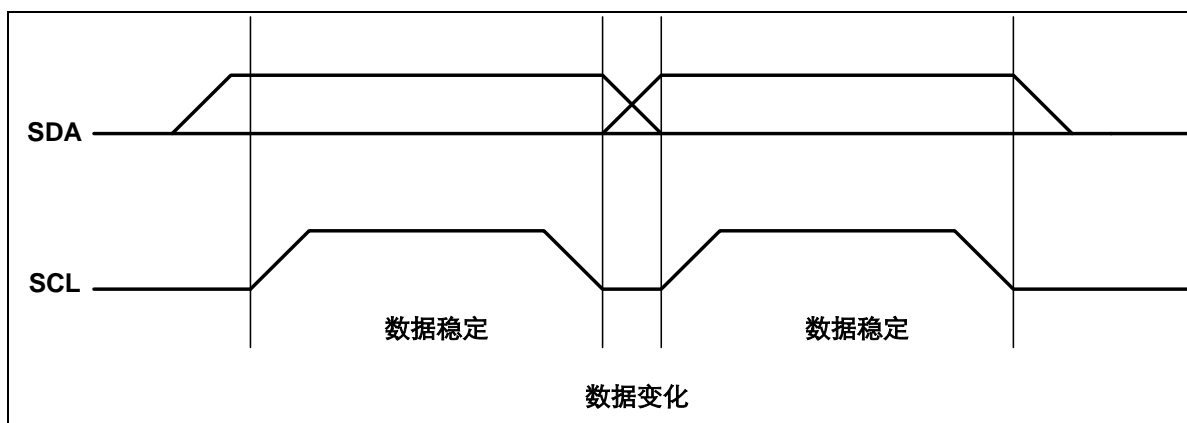

图 3-5 数据有效时序
**起始命令:** 当 SCL 为高, SDA 由高到低的变化被视为起始命令, 必须以起始命令作为任何一次读/写操作命令的开始(参见图 3-5)。